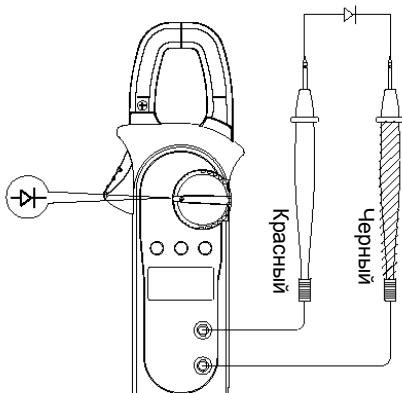

Рисунок 5
C. Проверка диодов (см. рисунок 5)